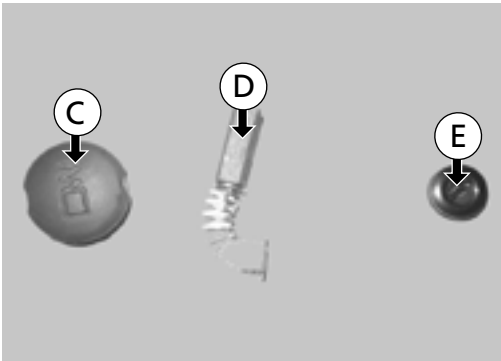

Abb. 52
Zum Wechsel der Kontaktbürsten die Abdeckung (C) des Kontaktbürstengehäuses öffnen und den Gewindedeckel (E) mit einem Schraubenzieher (D) lösen (Abb. 52), um Zugang zu den Kontaktbürsten zu erhalten.